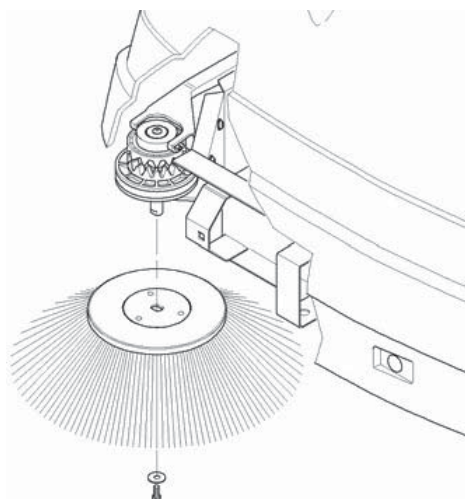

Fig. 2
- Plasser kosten på akselen (Fig. 2).